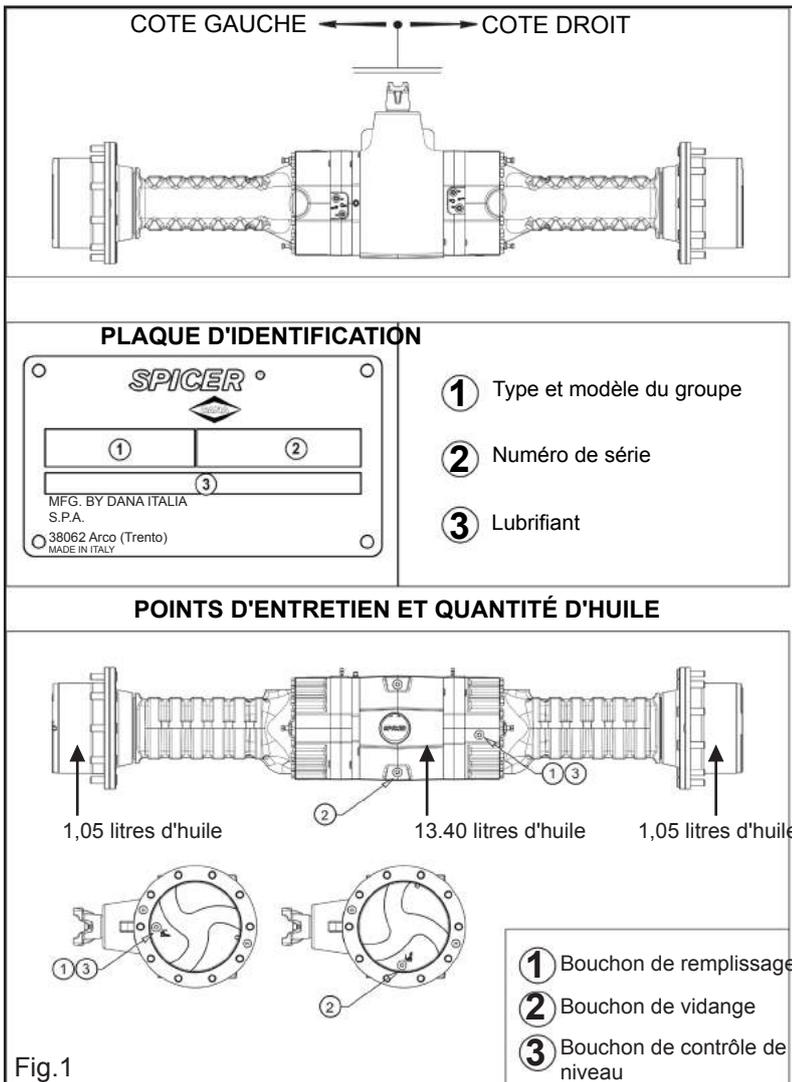

Fig.1
En cas de traction **SUR VERSION AS**, il est indispensable de débloquer les roues arrière en enlevant le pignon (A fig. 1) de raccordement du réducteur ; pour ce faire utiliser la clé prévue (B fig.1) à cet effet et les vis (M6 fig.1) livrées avec la machine.
Après avoir retiré le bouchon central (C fig.1), visser la vis M6 sur l'outil prévu à cet effet fourni avec la machine, la bloquer au moyen de l'écrou (D fig. 1), puis visser la vis sur l'arbre (A fig.1), pour pouvoir enlever ce dernier. L'extraire complètement puis remettre le bouchon (C fig.1) pour éviter une sortie d'huile.
En cas de traction, il est indispensable de débloquer les roues en enlevant le pignon (A fig. 1) de raccordement du réducteur à l'aide d'une vis B (M6x1 fig.1) qui n'est pas fournie avec la machine.
Après avoir retiré le bouchon central (C fig.1), visser la vis M6 sur l'arbre (A fig.1), pour pouvoir le prendre. L'extraire entièrement et remettre le bouchon (C fig.1) pour éviter une sortie d'huile.
Desserrer les écrous (30) des vis (31) fig.1 pour le déblocage mécanique manuel des groupes de freinage et faire reculer les écrous d'environ 8 mm.